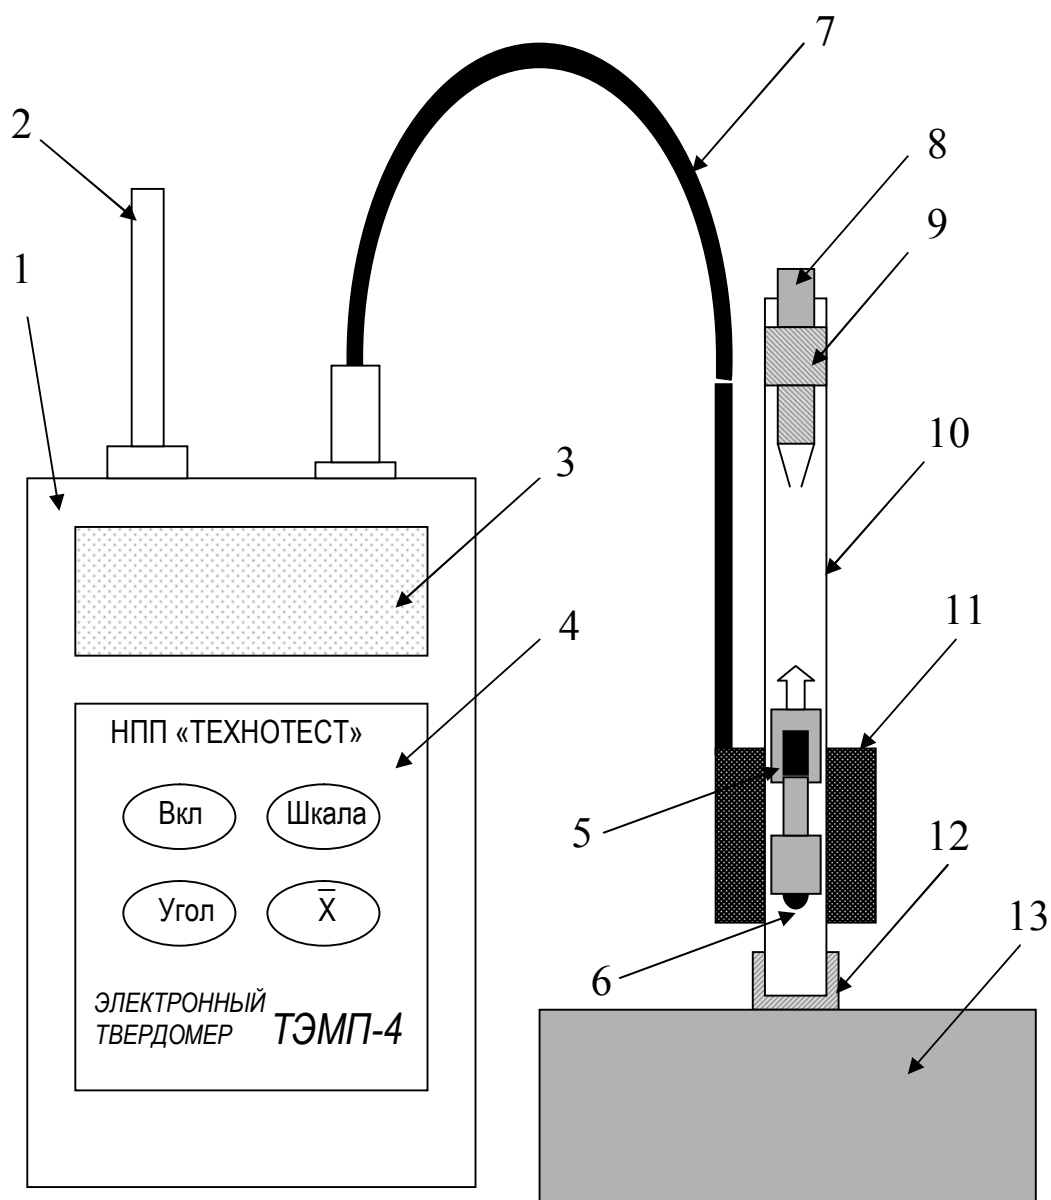

Рис.1. Устройство твердомера ТЭМП-4
1. Проверять перед началом измерений плотность затяжки опорного кольца (12) и цангового механизма взвода датчика (9), см. рис.1 паспорта.
2. После окончания измерений разгрузить пружину, нажав на спусковую кнопку (8) датчика.
3. Ежемесячно прочищать внутреннюю поверхность направляющей трубки (10), опорного кольца (12) и ударник (5) датчика от грязи и пыли х/б салфеткой, смоченной в спирте. Для этого нужно аккуратно выкрутить опорное кольцо (12) и механизм взвода (9) – не разбирая его, затем вынуть ударник (5). После протирки датчик собрать в обратной последовательности.
4.1. Твердомер представляет собой портативный электронный прибор, динамического действия, состоящий из датчика и электронного блока, рис.1, соединенных экранированным кабелем (7), а также двух элементов питания типа АА, вставляемых в отсек питания, расположенный на обратной стороне корпуса электронного блока.